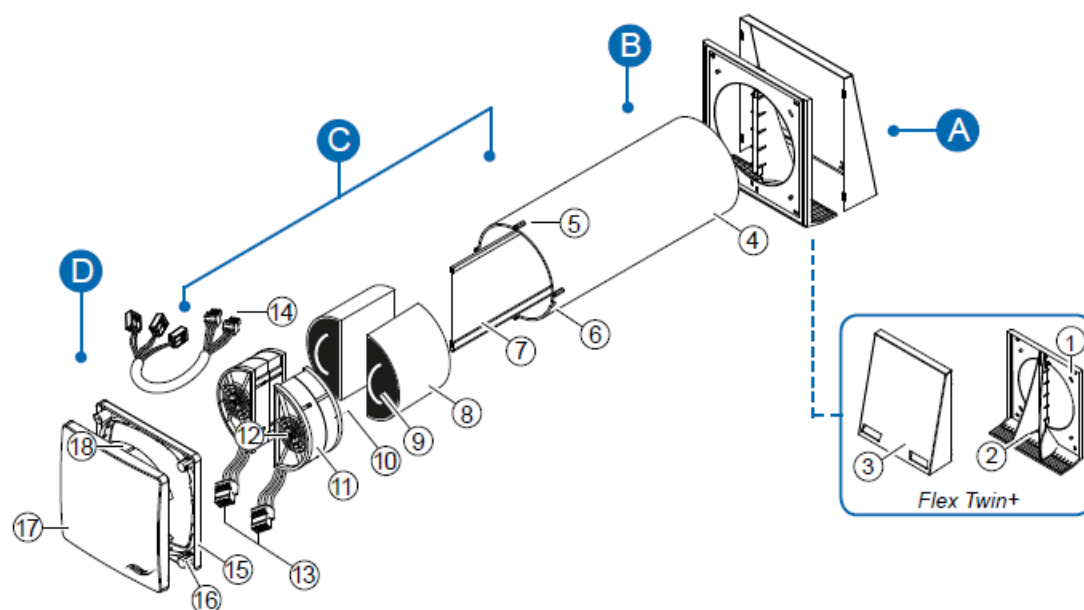

図 3-1
- h. 再度平行器を使用し、図 3-1 7 インナーカバー固定用ナットを平行にし、2b 本体固定用の EPS クサビで対角の 4 か所にスリーブを固定します。